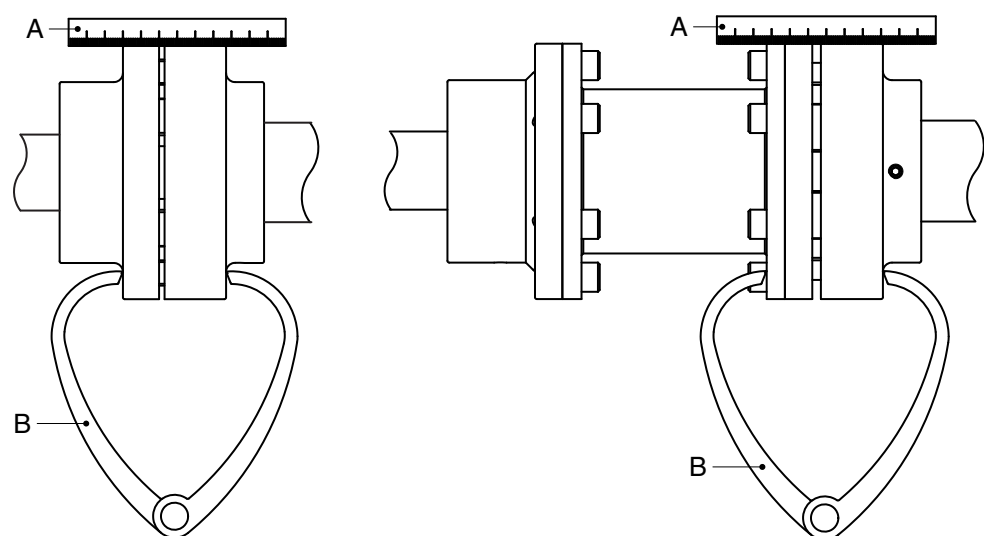

Abbildung 3: Ausrichten der Kupplung mit Hilfe eines Lineals und einem Außentaster.
- 1 Ein Lineal (A) auf die Kupplung legen. So viele kupferne Ausgleichscheiben wie nötig unterlegen oder entfernen, um den Elektromotor auf die korrekte Höhe zu bringen, sodass die gerade Kante beide Kupplungshälften über die gesamte Länge berührt, siehe Abbildung 3.
- 3 Die Ausrichtung nochmals mit einem Außentaster (B) an 2 diametral einander gegenüberliegenden Stellen an den Seiten der Kupplungshälften prüfen, siehe Abbildung 3.